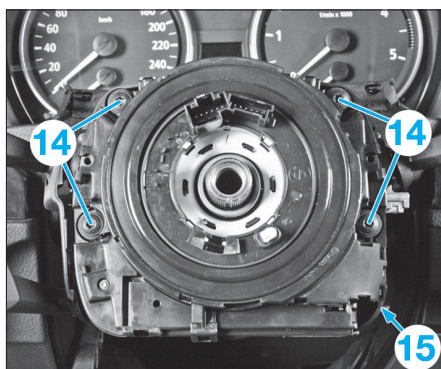

Fig. 9
- Déposer les vis (14), débrancher les connecteurs (15) puis déposer l'ensemble commodos / contacteur tournant (Fig.9).